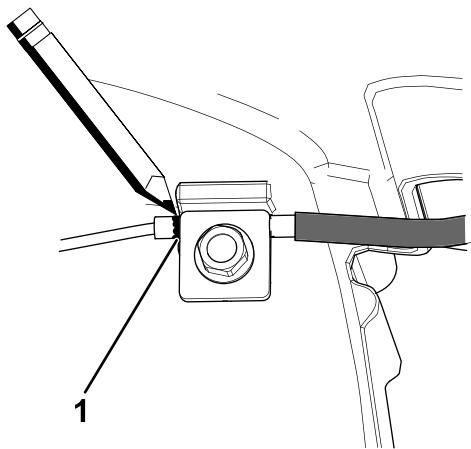
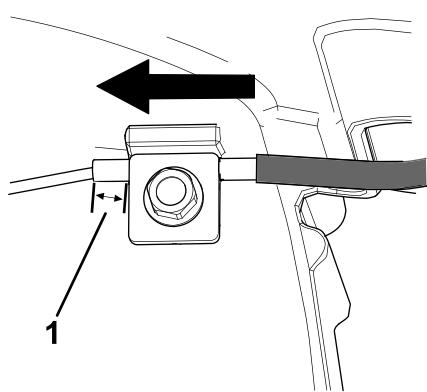

Figure 36
Figure 37
7. Faites une marque sur le câble de frein (Figure 36), puis réglez la gaine jusqu'à obtenir un mou d'environ 8 mm (5/16 po) (Figure 37).